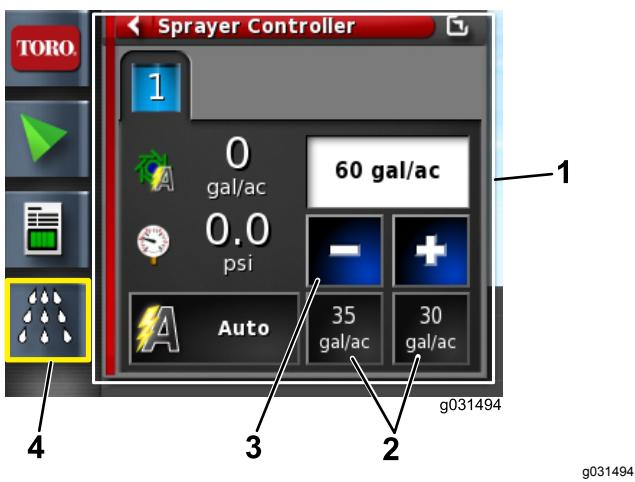

Figura 10
- Se a taxa não estiver correta, altere a taxa com taxas predefinidas, de forma incremental, ou selecione a taxa atual para introduzir manualmente a taxa de aplicação (Figura 10).